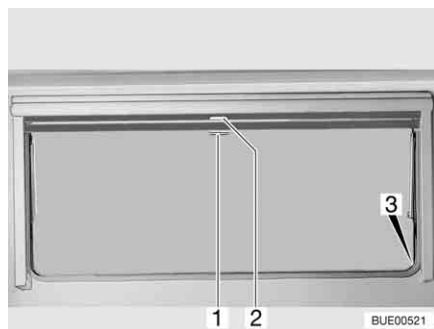

Fig. 67 Finestra apribile
- Tirare verso il basso l'oscurante a rullo accompagnandolo con la maniglia (Fig. 67,2). Quando si chiude completamente l'oscurante a rullo esso va agganciato da entrambi i lati al telaio della finestra nell'apposito elemento di fissaggio (Fig. 67,3).
- Quando l'oscurante a rullo è completamente chiuso: Spingere la maniglia (Fig. 67,2) verso il basso tirandola leggermente verso l'interno. Sganciare l'oscurante a rullo dagli elementi di fissaggio a destra e a sinistra del telaio della finestra.
- Quando l'oscurante a rullo si trova in posizione intermedia: Tirare la maniglia (Fig. 67,2) leggermente verso il basso finché l'elemento di fissaggio non si è sganciato.
- Tirare la maniglia (Fig. 67,1) della zanzariera a rullo verso il basso e agganciarla all'elemento di fissaggio (Fig. 67,3) su entrambi i lati del telaio della finestra.
- Spingere la maniglia (Fig. 67,1) verso il basso tirandola leggermente verso l'interno. Sganciare la zanzariera a rullo dagli elementi di fissaggio a destra e a sinistra del telaio della finestra.